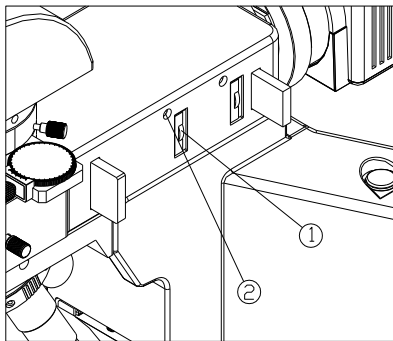
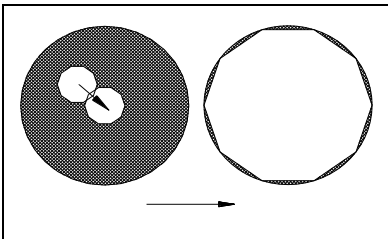

图 25
图 26
- (1) 视场光阑转盘①转到最下面，即视场光阑开到最小。(如图 25)
- (2) 通过目镜观察，此时能在视场内看到视场光阑的成像。
- (3) 使用的两个 M4 内六角扳手插入左右两个视场光阑调中螺钉凹孔中②，将视场光阑的像调到视场中心。
- (4) 逐步打开视场光阑，如果视场光阑的图像和视场内切，表示视场光阑已正确对中了。(如图 26)
- (5) 实际使用时，稍加大视场光阑，使它的图像刚好与视场外切。